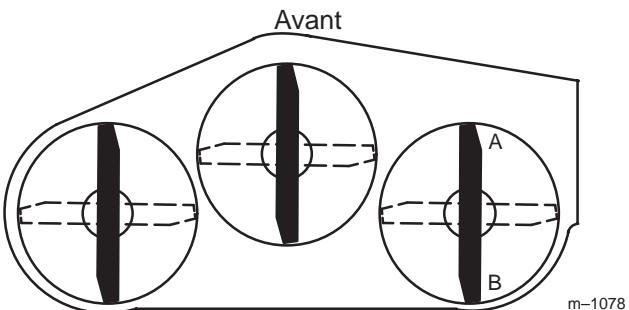

Figure 69
1. Tournez la lame droite à 180° (Fig. 69).
2. Mesurez la distance au point **A** (Fig. 69) entre la surface plane et le tranchant de la pointe de la lame droite (Fig. 70).
4. Mesurez la distance au point **B** (Fig. 69) entre la surface plane et le tranchant de la pointe de la lame droite (Fig. 70).
6. La lame doit être **plus basse de 6 à 10 mm au point A qu'au point B** (Fig. 69). Si ce n'est pas le cas, passez aux étapes suivantes.